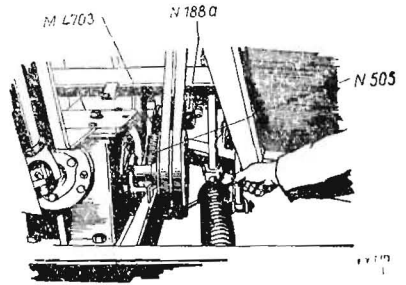

Bild 11
3. Einstellung der Druckfedern beachten (Bild 11 und 12).
3. Druckfedern entsprechend dem Gewicht des Fingerbalkens nachlassen (wie Bild 11 und 12).